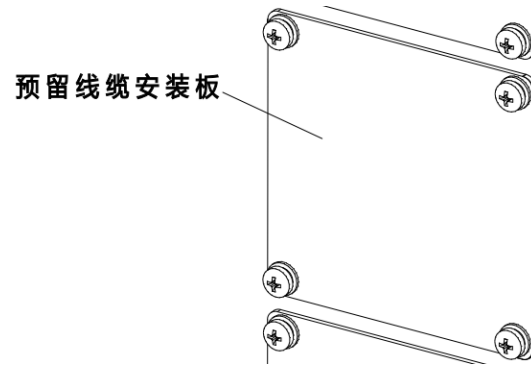
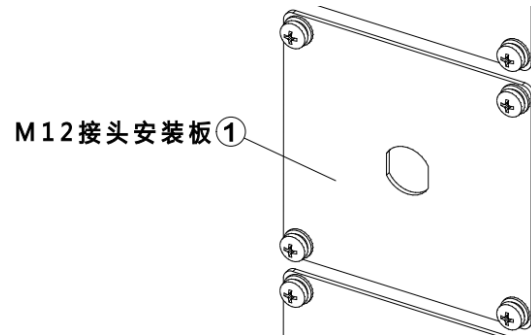

图 20-6 预留线缆安装板
图 20-7 M12 接头安装板
步骤1. 用十字螺丝刀将原本的预留线缆安装板（参考图 20-6）拆下，将① M12 接头安装板（参考图 20-7）安装在柜体上。